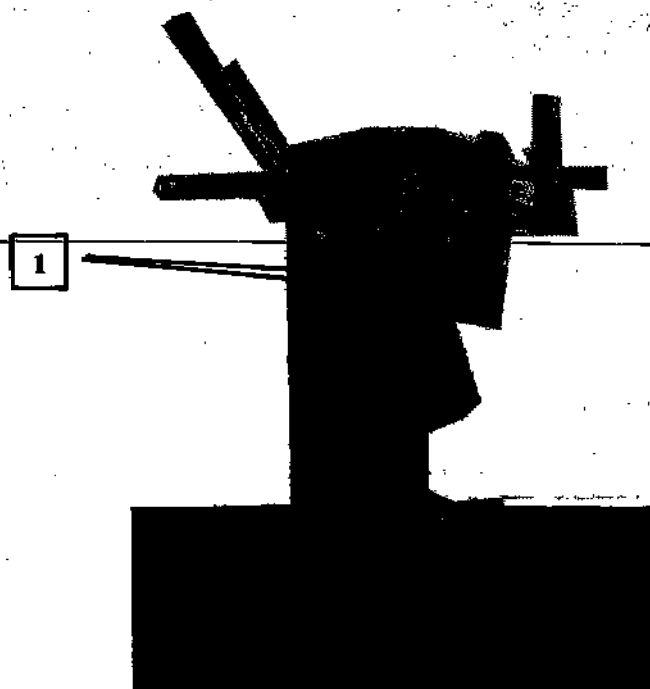

Рисунок 16 - Имитатор ходьбы вид сбоку
7.1.9 В случае необходимости устанавливается удобное для пациента положение стопы. Для этого винтом талрепа, см. Рисунок 16 поз.1 нужно изменить длину троса, определяющую положение стопы, после чего винт фиксируется сверху и снизу стопорящими гайками;